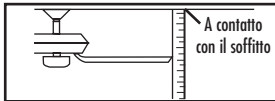
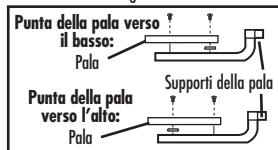

Figura 1
Figura 2
4. I problemi di oscillazione del ventilatore sono per lo più causati da un dislivello tra le pale. Controllare la messa in squadra delle pale scegliendo un punto sul soffitto direttamente sopra una delle pale. Misurare tale distanza come illustrato nella figura 1. Tenendo in conto una tolleranza di 3 mm, ruotare il ventilatore fino a portare la pala successiva sotto il punto di misurazione. Ripetere la procedura per ciascuna pala. Se si misura un dislivello tra le pale, è possibile regolarle attenendosi alla seguente procedura. Per regolare la punta della pala verso il basso, inserire una rosetta (non in dotazione) tra la pala e il vano portapala in corrispondenza della vite più vicina al motore (figura 2). Per regolare la punta della pala verso l'alto, inserire una rosetta (non in dotazione) tra la pala e il vano portapala in corrispondenza delle due viti più lontane dal motore (figura 2).